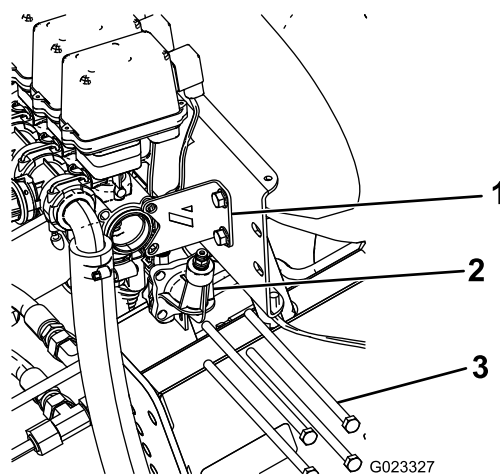

Figura 9
2. Rimuovete i 4 bulloni lunghi che fissano lo sportello del manometro alle valvole delle barre ed eliminateli (Figura 9). Conservate le rondelle piatte e i dadi.
3. Rimuovete e conservate i 2 bulloni e i dadi che fissano la staffa di stabilizzazione al gruppo valvole (Figura 9).